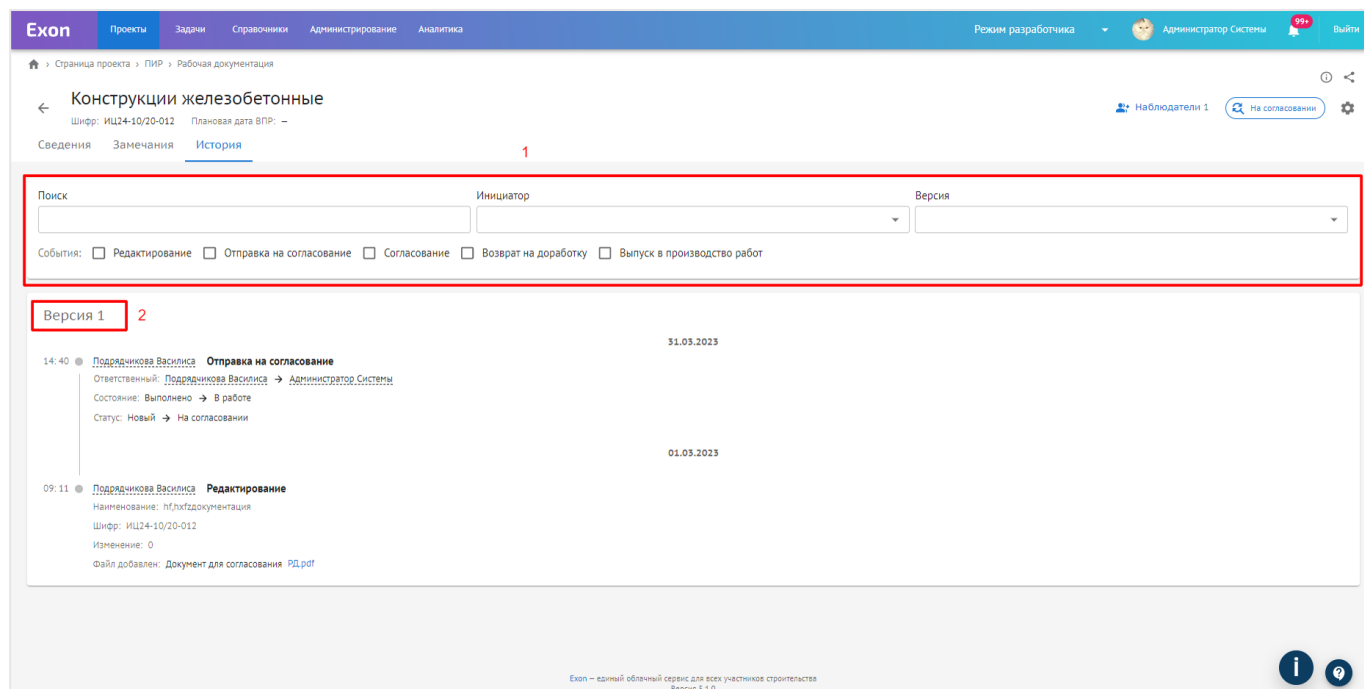

Рис. 34 - История документа
Вкладка История содержит весь подробный маршрут действий, которые совершались с документом, она фильтруется (1), а также делится по версииности (2). При добавлении комментариев к документу они отображаются в истории и маршруте согласования (рис. 34).